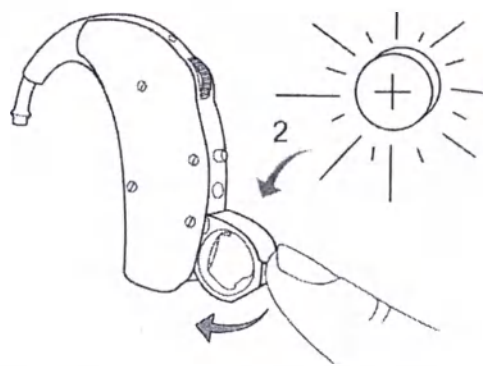

Рисунок 4 - Установка нового элемента питания
2.1.1.3 Вставьте элемент питания в держатель элемента питания СА, рисунок 4. Устанавливать его следует знаком «+» к соответствующему знаку «+» на держателе.